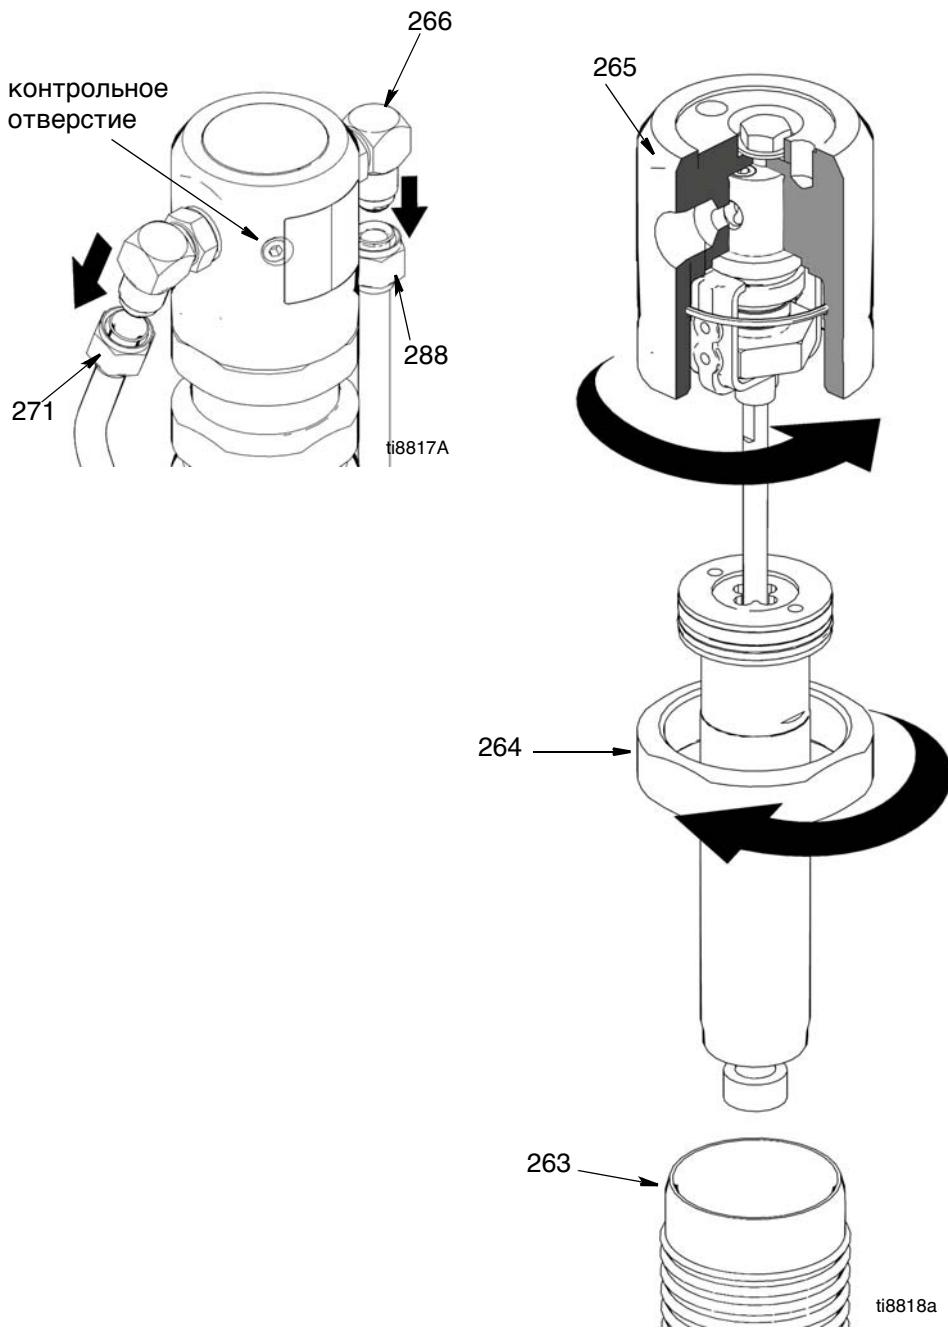

Рис. 5
(Рисунок 5)
1. Сдвиньте узел поршневого штока в цилиндр гидравлического мотора (263).
2. Накрутите колпачок гидравлического мотора (265). Скручивайте колпачок гидравлического мотора до тех пор, пока впускное и выпускное отверстия не совместятся с патрубками гидравлических линий, а контрольное отверстие в колпачке гидравлического мотора не будет направлено в сторону кожуха ремня (117).
3. Притяните контргайку (264) к колпачку гидравлического мотора (265) с моментом затяжки в 150 фут-фунт (17 Н·м).
4. Рис. 5. Подсоедините гидравлические линии (271, 288) к патрубкам (266) в верхней части левой и правой стороны гидравлического мотора; затяните с усилием в 40 фут-фунт (54,2 Н·м).